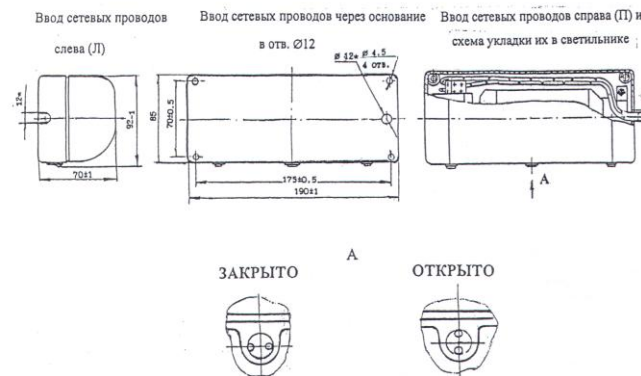

Рисунок 1
2.1 Светильники серии ЛБВ01 «Софит» (рисунок1) предназначены для местного освещения пассажирских вагонов.
6.1 Снять рассеиватель - крышку, для чего открыть замок путем поворота его против часовой стрелки на угол 90° см. рисунок 1, сжать рассеиватель – крышку в средней части, чтобы фиксирующие элементы вышли из зацепления с корпусом.
Ввести питающие провода и провод заземления внутрь корпуса светильника и подключить к клеммной коробке. При вводе сетевых проводов справа укладку их в светильнике производить согласно рис.1.